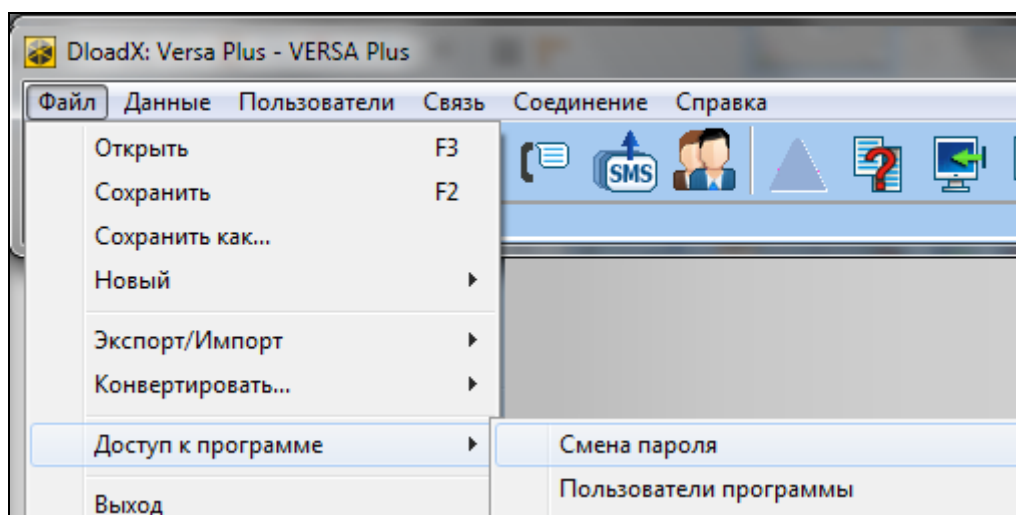

Рис. 5. Начало процедуры смены пароля доступа к программе DLOADX.
1. Кликните по очереди по «Файл» → «Доступ к программе» → «Смена пароля» (рис. 5).
Можно ввести дополнительные пароли доступа к программе и определить полномочия пользователей, применяющих эти пароли («Файл» → «Доступ к программе» → «Пользователи программы» – см.: рис. 5).